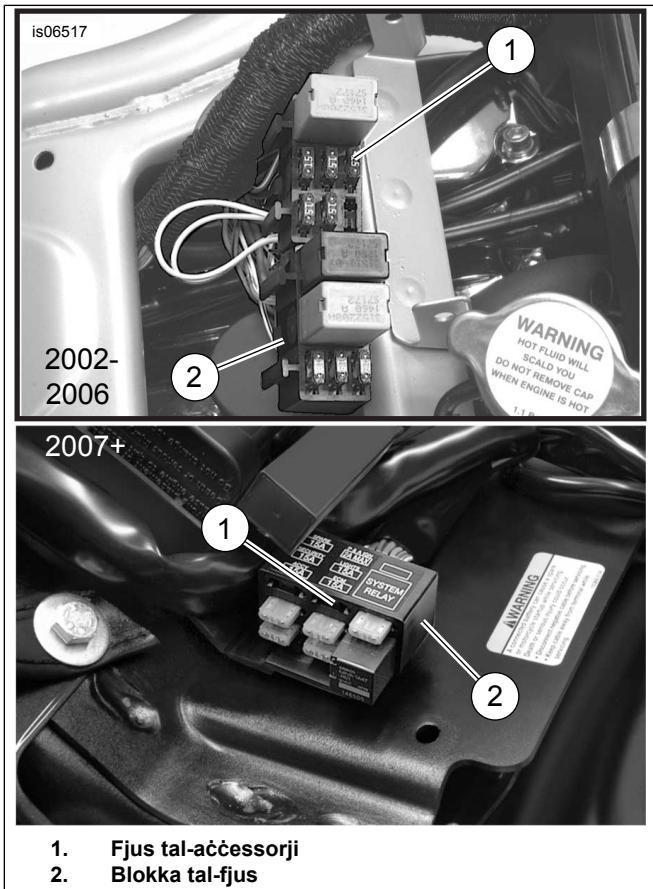

Figura 15. Lokazzjonijiet tal-Fjusis tal-Aċċessorji (Mudelli V-Rod)
- Ara Figura 15 . Iftaħ b'attenzjoni parti mill-għata tal-harness principali ħdejn il-blokka tal-fjus (2) f'punt aċċessibbli, u aqta' l-wajer oranġo/abjad tal-harness principali li jwassal għall-kavità tal-fjus (1) immarkata: